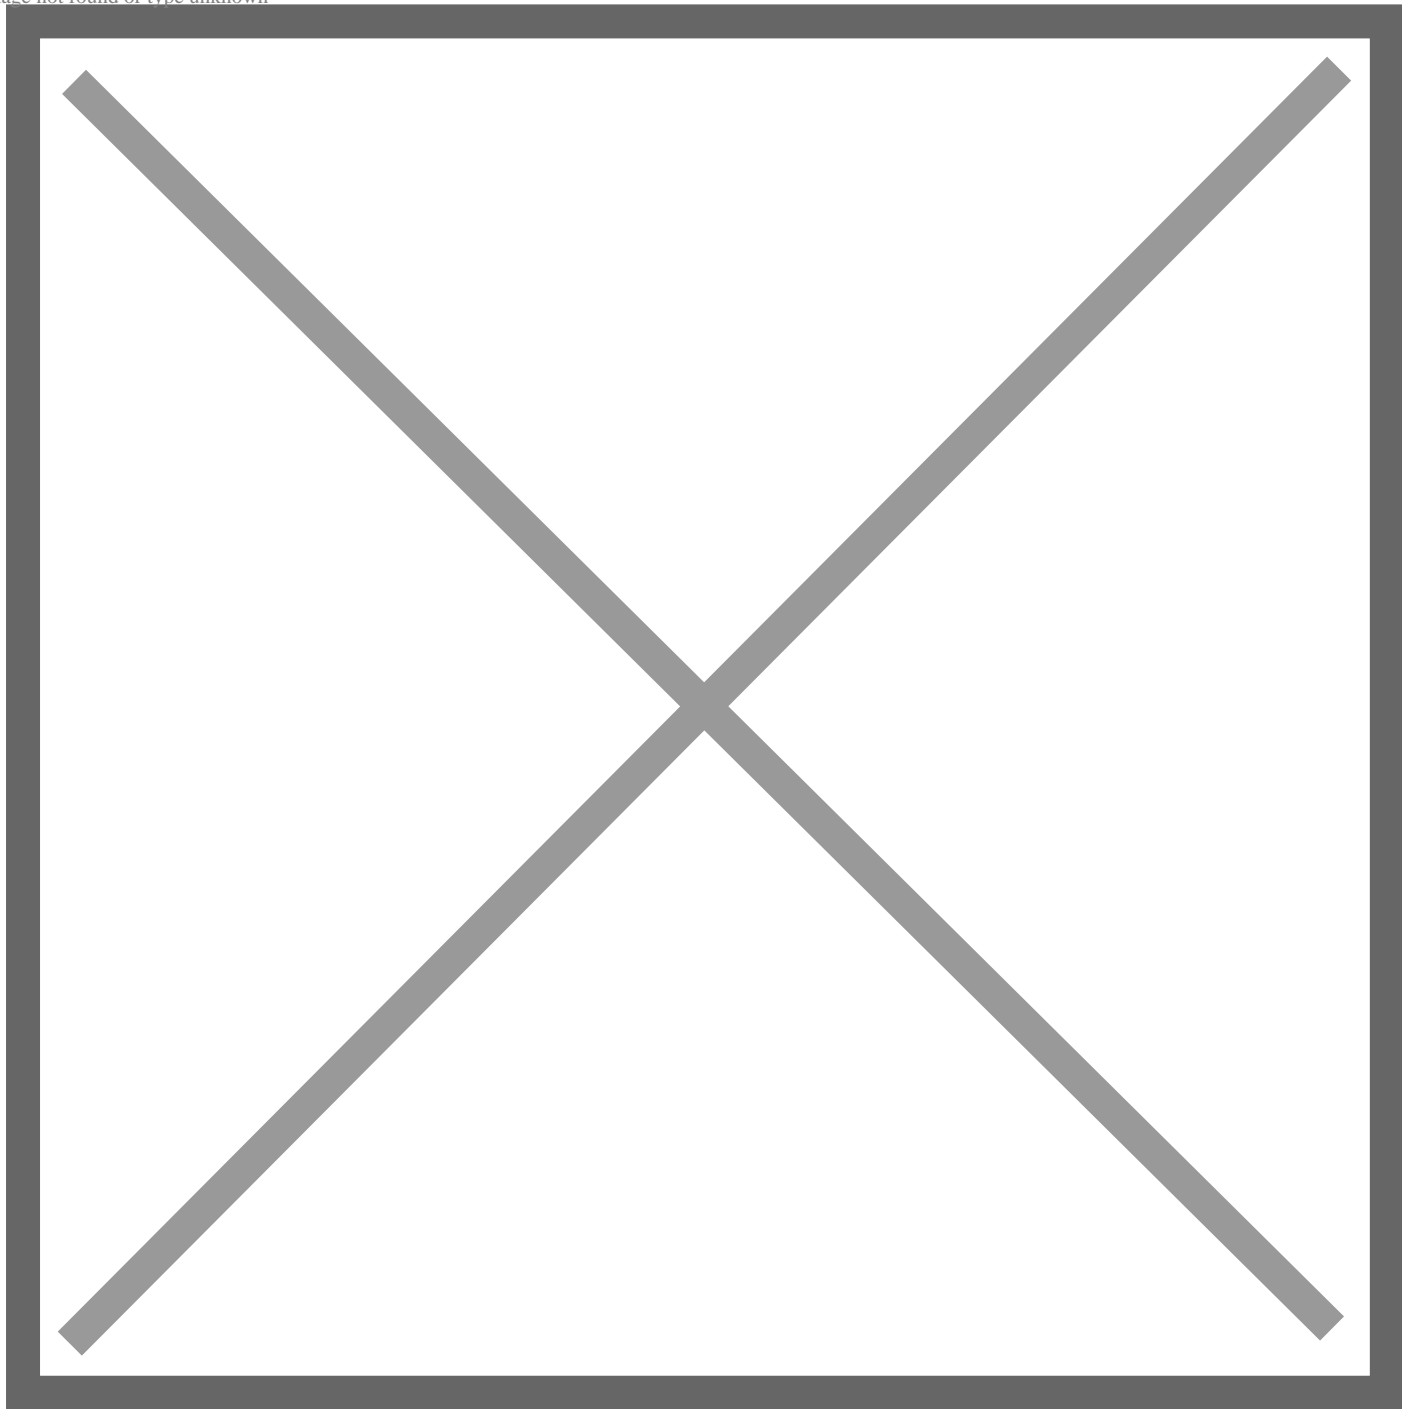

图1 打开CANtest软件初始化
1、打开CANtest通用测试软件，选择USBCAN-2E-U接口卡，并且选定总线的波特率，点击确定并启动，启动CAN接口卡。如图1所示；